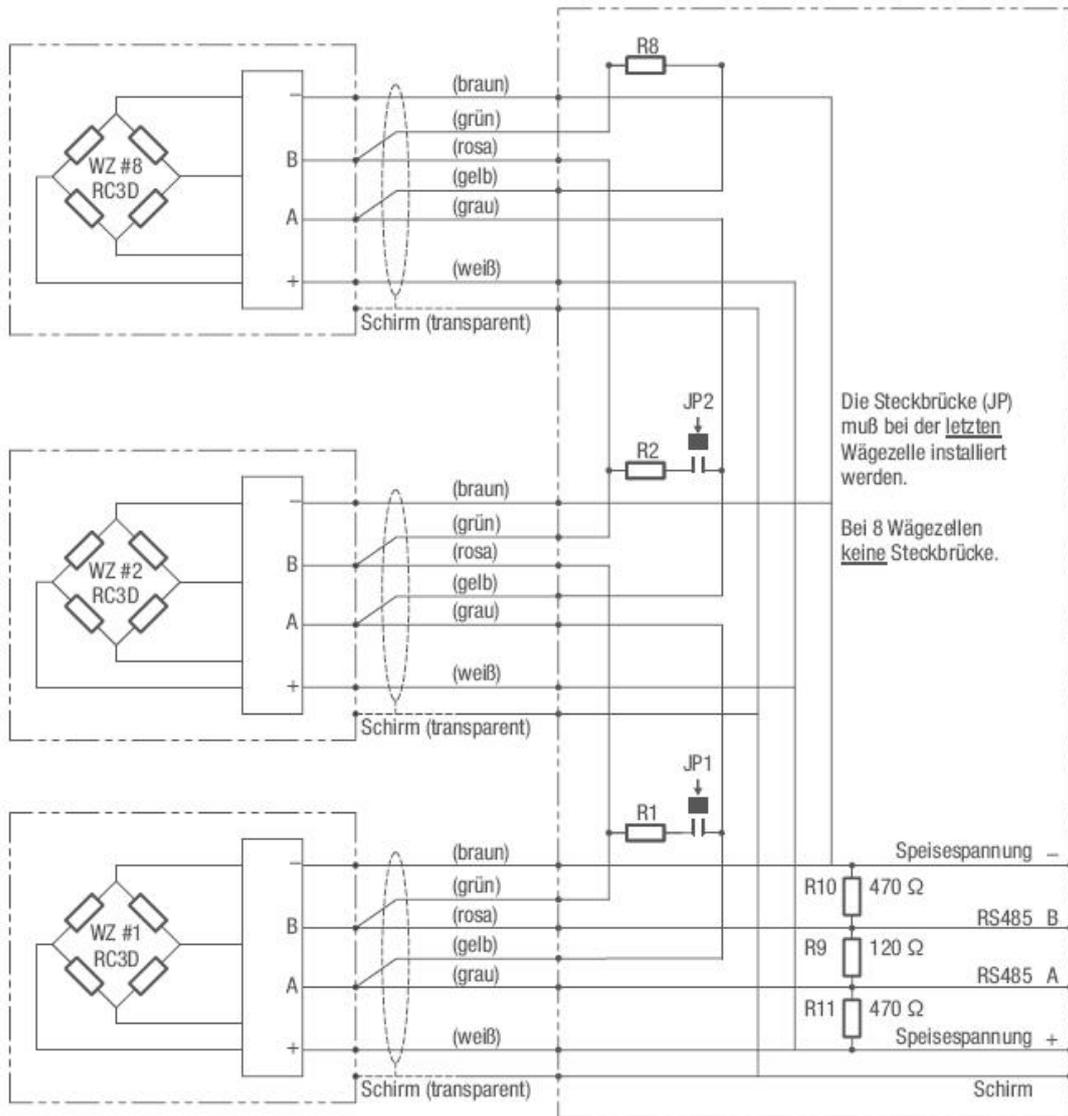

Abbildung 2: Kabelanschluss
1. Achten Sie auf die korrekte Platzierung der Steckbrücke JP (siehe Abbildung 2).